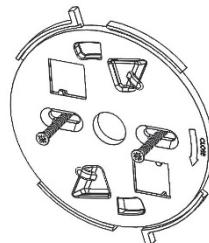

Figura 7
3. Usare la staffa come dima e segnare i punti di fissaggio, fissare la staffa sulla superficie di installazione (*vedi Figura 7*).